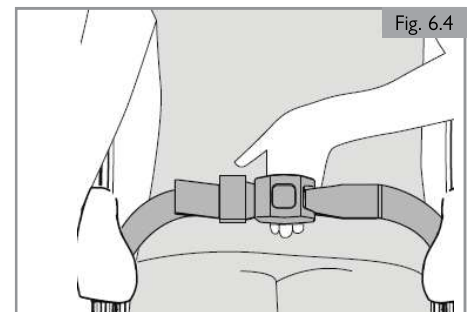

Fig. 6.4
8. La sangle doit être normalement tendue de sorte à pouvoir passer la main dessous, en veillant toutefois à ce qu'elle ne soit pas trop lâche. (Fig. 6.4)